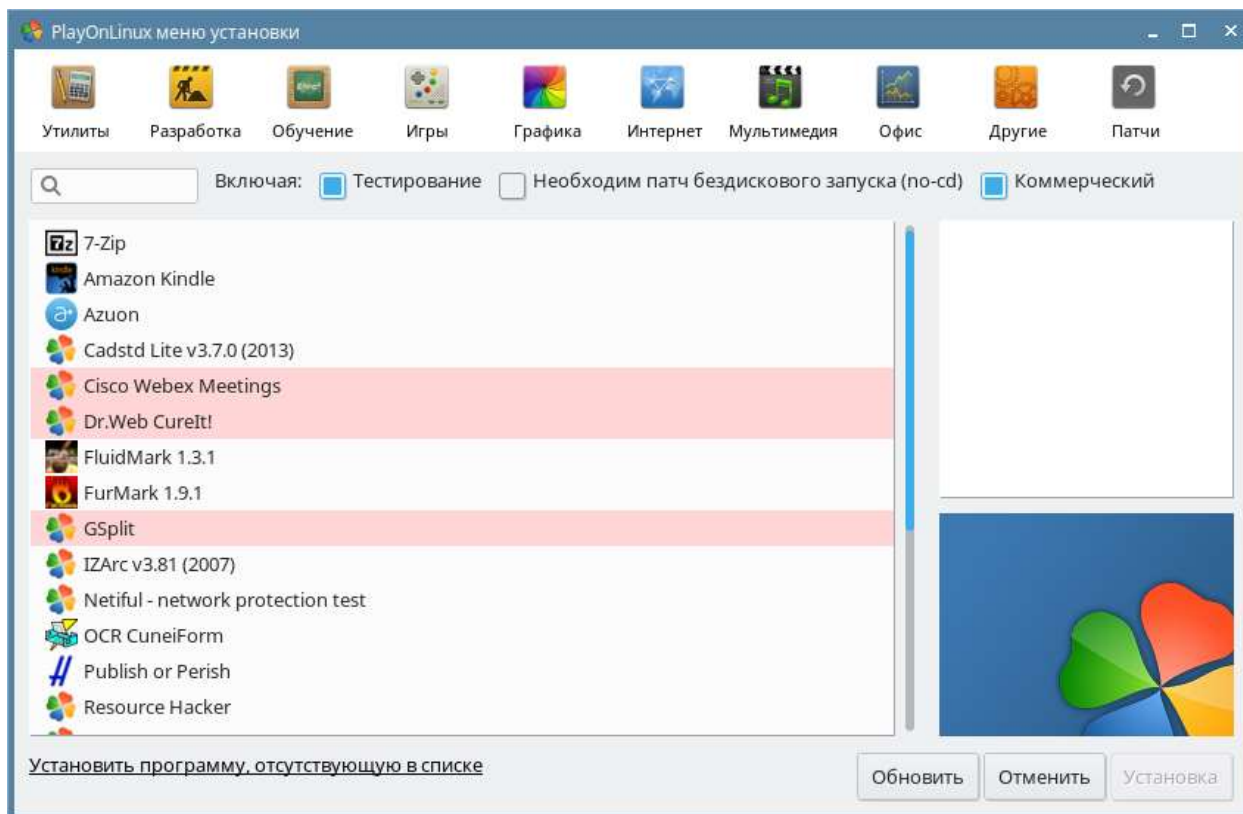

Рис. 9.26 Начало установки
6. Нажмите на надпись в нижней части окна «**Установить программу, отсутствующую в списке**» (Рис. 9.26).